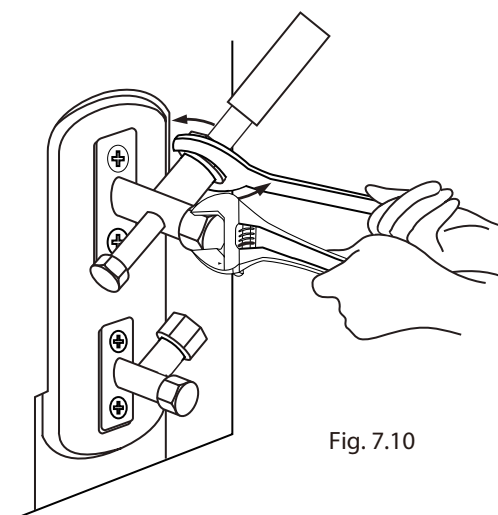

Fig. 7.10
4. Com uma chave, aperte o corpo da válvula. Não aperte a porta até que vede a válvula de serviço. (Ver Fig. 7.10)